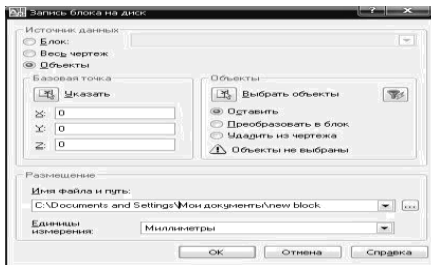

Рис. 21. Диалоговое окно *Запись блока на диск*
1. Ввести команду **ПБЛОК** в командной строке. При этом открывается диалоговое окно **Запись блока на диск** (рис. 21).